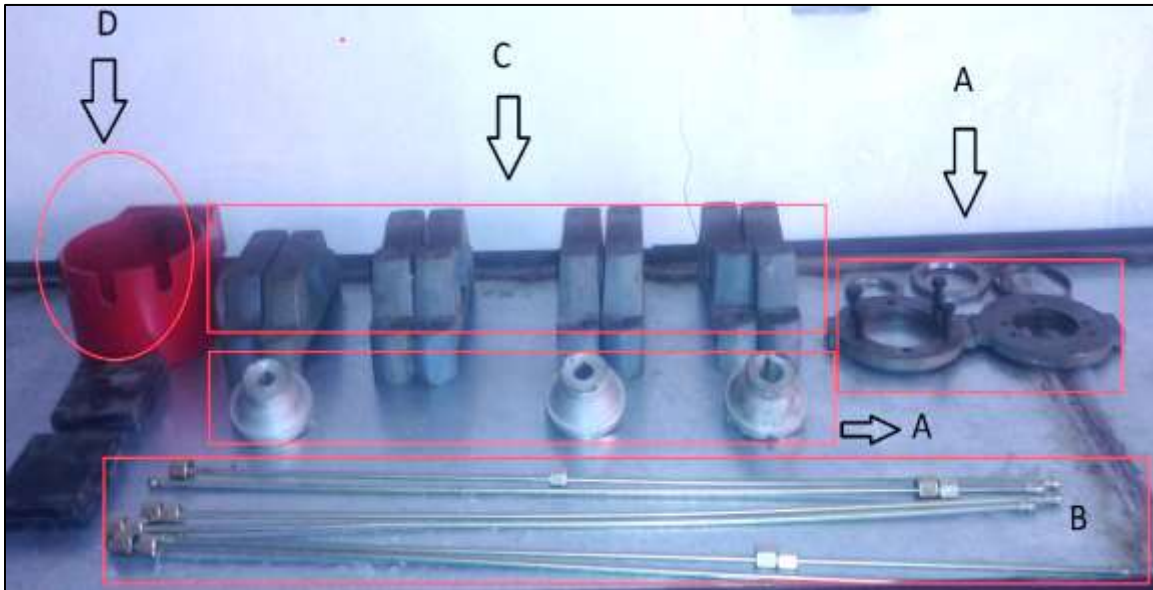

Figura. 23 Accesorios adaptables
- A. **Acoples para el eje de la bomba:** Estos se muestran en la figura 23 se acoplan a las bombas de inyección para sujetarlos al tambor del banco de pruebas. Estas bases son para bombas rotativas VE y tipo A con piñones en el motor. Pueden ser bombas de 6, 8, 10, 12 cilindros. Estos acoples poseen diámetros internos diferentes, como: